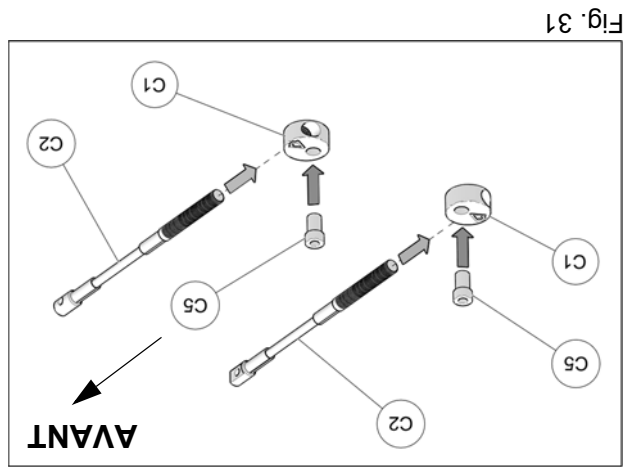

Fig. 31
14. Assembler les câbles des limiteurs de conduite (C2), les disques en aluminium (C1) et les bagues espaces (C5) tel que montré à la Fig. 31